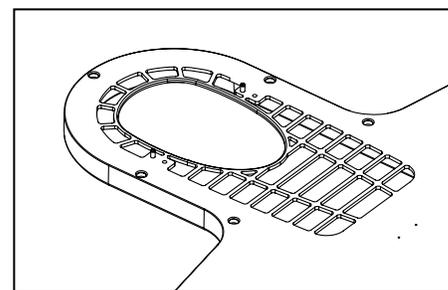

Fig. 3
3. S'assurer que les broches sont fermement serrées avant l'utilisation. (Fig. 3)